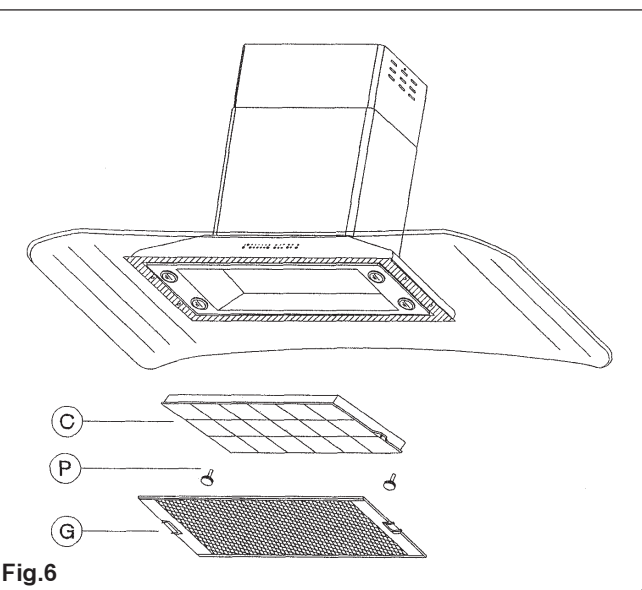

Fig.7
- 12) зафиксировать стекло при помощи 4 винтов М6х20 и втулок, но не завинчивая до упора **рис. 7**.